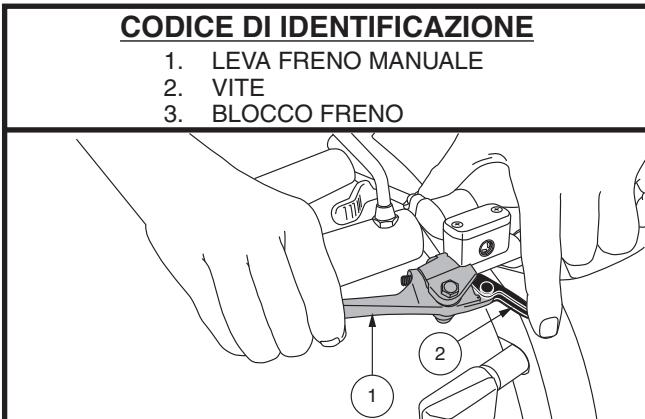

Figura 2. Leva freno a mano e blocco freno (nella posizione bloccata)
- Premere una volta il pulsante **High-Low** per impostare la velocità sulla regolazione alta. L'indicatore High-Low viene visualizzato sullo schermo LCD. **Vedere figura 2.** L'uso di questa impostazione insieme ai pulsanti di regolazione della velocità consente al veicolo di raggiungere la velocità massima pre-programmata.
Questa leva attiva l'arresto di emergenza. In movimento, rilasciare la leva dell'acceleratore e tirare delicatamente la leva del freno a mano per fermarsi. L'efficacia del freno a mano può essere modificata stringendo o allentando la vite di arresto situata sulla leva del freno a mano. Vedi figura 2.
Il freno a mano si può bloccare e utilizzare come freno di parcheggio tirando completamente la leva e attivando il blocco del freno. Vedere figura 2. Per rilasciare il blocco del freno, tirare completamente il freno a mano.